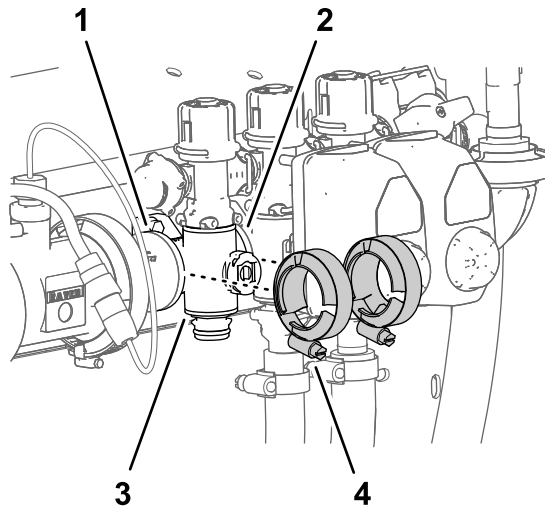

Bild 129
4. Befestigen Sie die Flanschklemmen, die Sie in Entfernen des Abschnittverteilterventils \(Seite 89\) entfernt haben, lose an den Flanschen des Abschnittventilverteilers und an den Flanschen der anderen Abschnittventile und/oder am Kupplungsadapter (Bild 129).
- Ziehen Sie die zwei Flanschklemmen mit der Hand an (Bild 129).